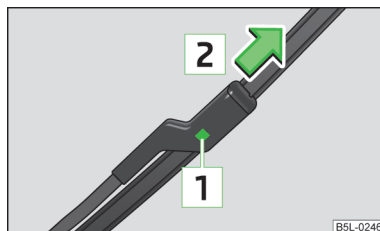

Fig. 51
- Premere il dispositivo di sicurezza » fig. 51 ed estrarre la spazzola del tergicristallo in direzione della freccia .